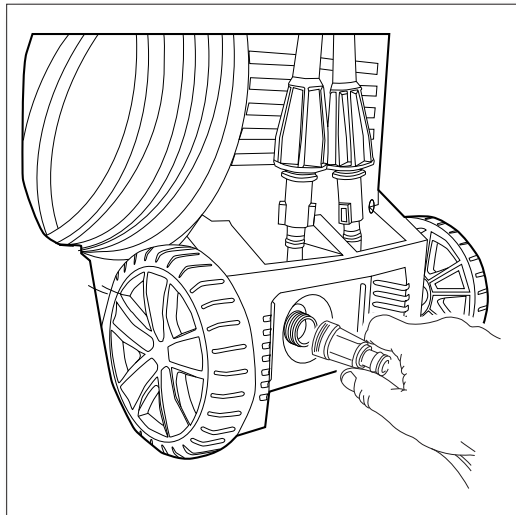
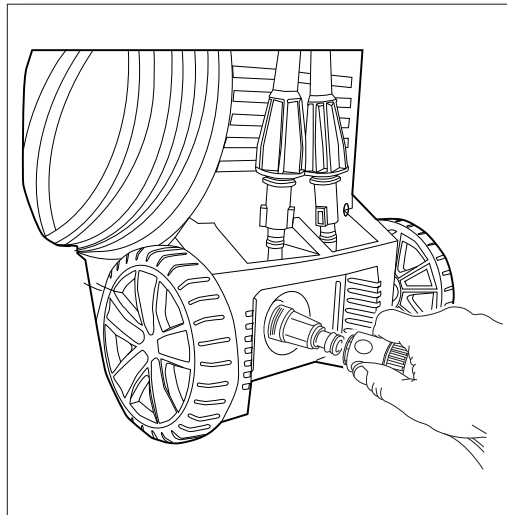

Fig. 13
Fig. 14
- Instalar el adaptador de la manguera de jardín (GHA) y conectar el filtro rápido. Está formado por dos piezas separadas. (1) un plástico transparente adaptador con un filtro de pantalla (de aproximadamente 3 pulgadas de largo) (**Fig. 13**) Y (2) un collar azul/negro accesorio (**Fig. 14**).